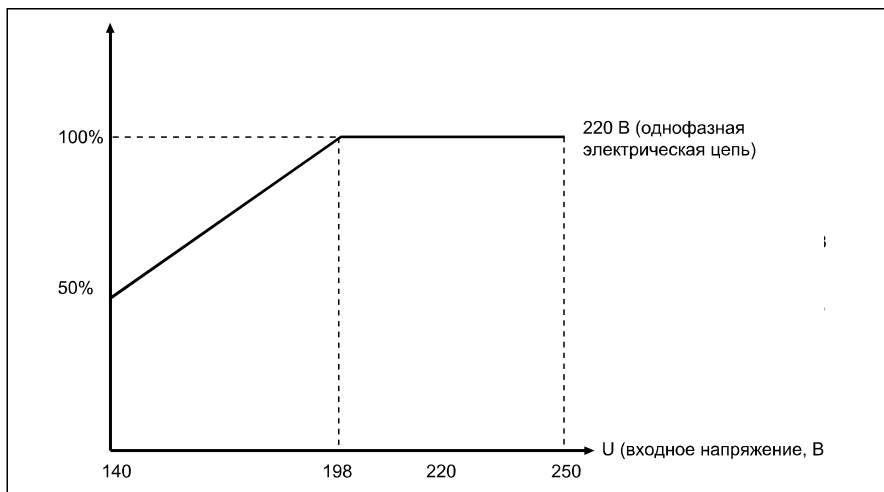

Рисунок 1
1. Перед началом работы убедит сети находится в пределах диапазона входного напряжения, допустимого для данного устройства. Присоедините провод заземления к разъему заземления (6).
2. Включите регулятор напряжения с помощью “Размыкатель цепи” (1). На вольтметре выходного напряжения (5) регулятора напряжения должен отображаться отсчет 220 В. Только после того, как вы убедитесь в том, что напряжение является нормальным, вы можете включить оборудование, подключенное к регулятору напряжения.
3. Если напряжение сети ниже 198 В (см. рисунок 1): используйте это напряжение со снижением мощности в соответствии с кривой выходной мощности.